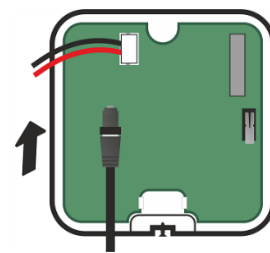

Рисунок 6.4 – Подключение АКБ
- 2.4. Подключите блок питания к черному разъему на плате ретранслятора и к сети 230 В (см. рисунок 6.4)